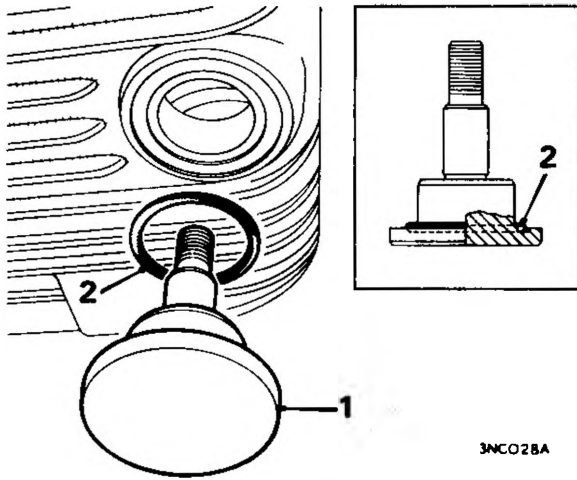

Fig. F.20
40. Se si deve sostituire il paraolio, estrarre il fulcro delle leve a dito dalla scatola. Ved. la Fig. F.20.
53. Montare un paraolio nuovo di già lubrificato nel fulcro delle leve a dito ed introdurre il fulcro nella scatola del cambio. Fig. F.20.